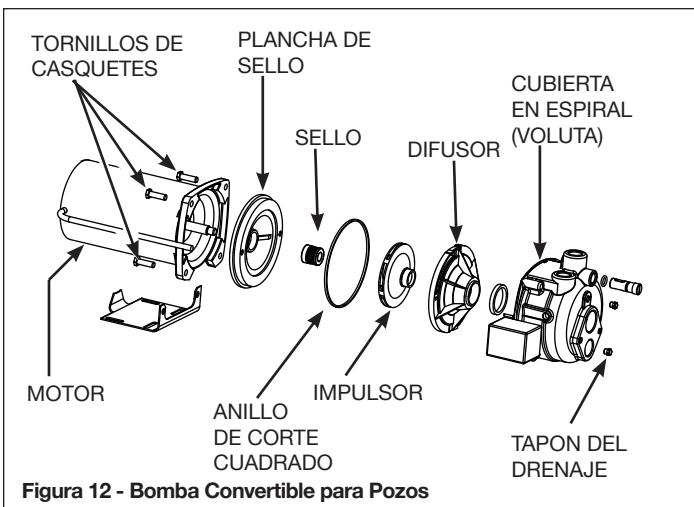

Figura 12 - Bomba Convertible para Pozos
3. Quite los 4 tornillos de sombrerete que sujetan la carcasa de la bomba, no desconecte el interruptor de presión. (Figura 12)